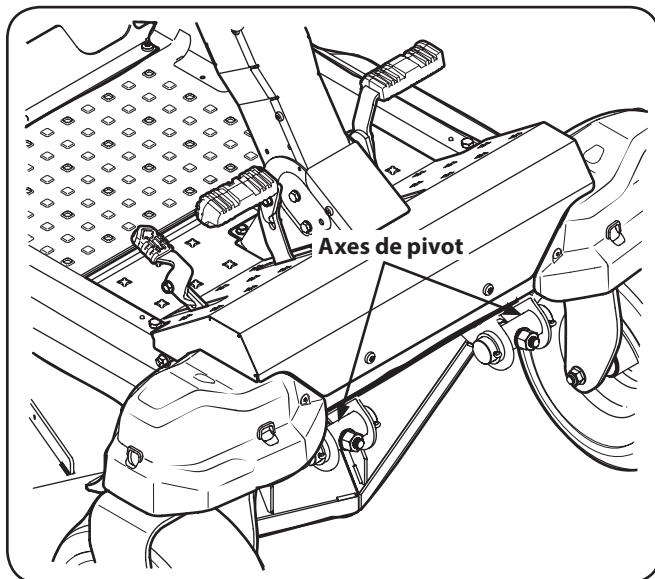

Figure 6-6
5. Pour relever le devant du plateau, desserrez les écrous autobloquants à l'avant des axes de pivot à l'aide d'une clé. Ensuite, serrez les contre-écrous situés à l'arrière des axes de pivot pour relever le devant du plateau de coupe et le maintenir en place. Voir Figure 6-6.
6. Pour abaisser le devant du plateau de coupe, desserrez les contre-écrous à l'arrière des axes de pivot à l'aide d'une clé. Ensuite, serrez les écrous autobloquants à l'avant des axes de pivot pour abaisser le devant du plateau de coupe et le maintenir en place. Voir Figure 6-6.